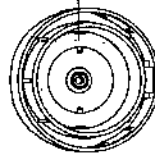

Fig.4
- Antes de llenar la botella del VA con solución, compruebe que la junta del interior del tapón de la botella está limpia. (fig. 4).